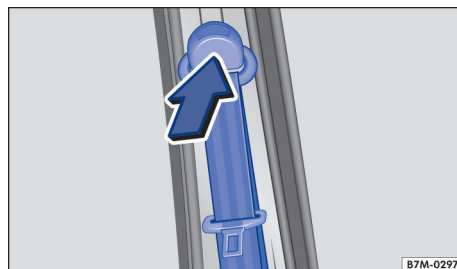

Fig. 32 Ao lado dos bancos dianteiros: regulagem de altura do cinto de segurança.
- Empurrar o dispositivo regulador na direção da seta e segurar → Fig. 32.